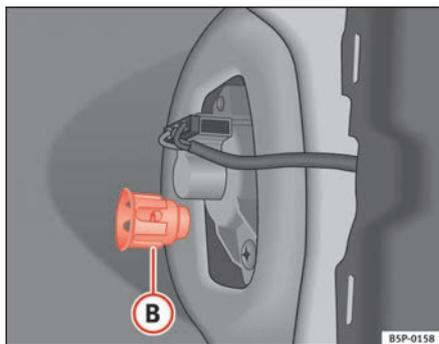

Abb. 191 Standlicht/Bremslicht
- Schrauben Sie die Kunststoffhalterung ⇒ Abb. 191 **B** der Rückleuchte heraus. Zum Herausdrehen kann ein eingesetzter Schraubenzieher in dieses Teil hilfreich sein.